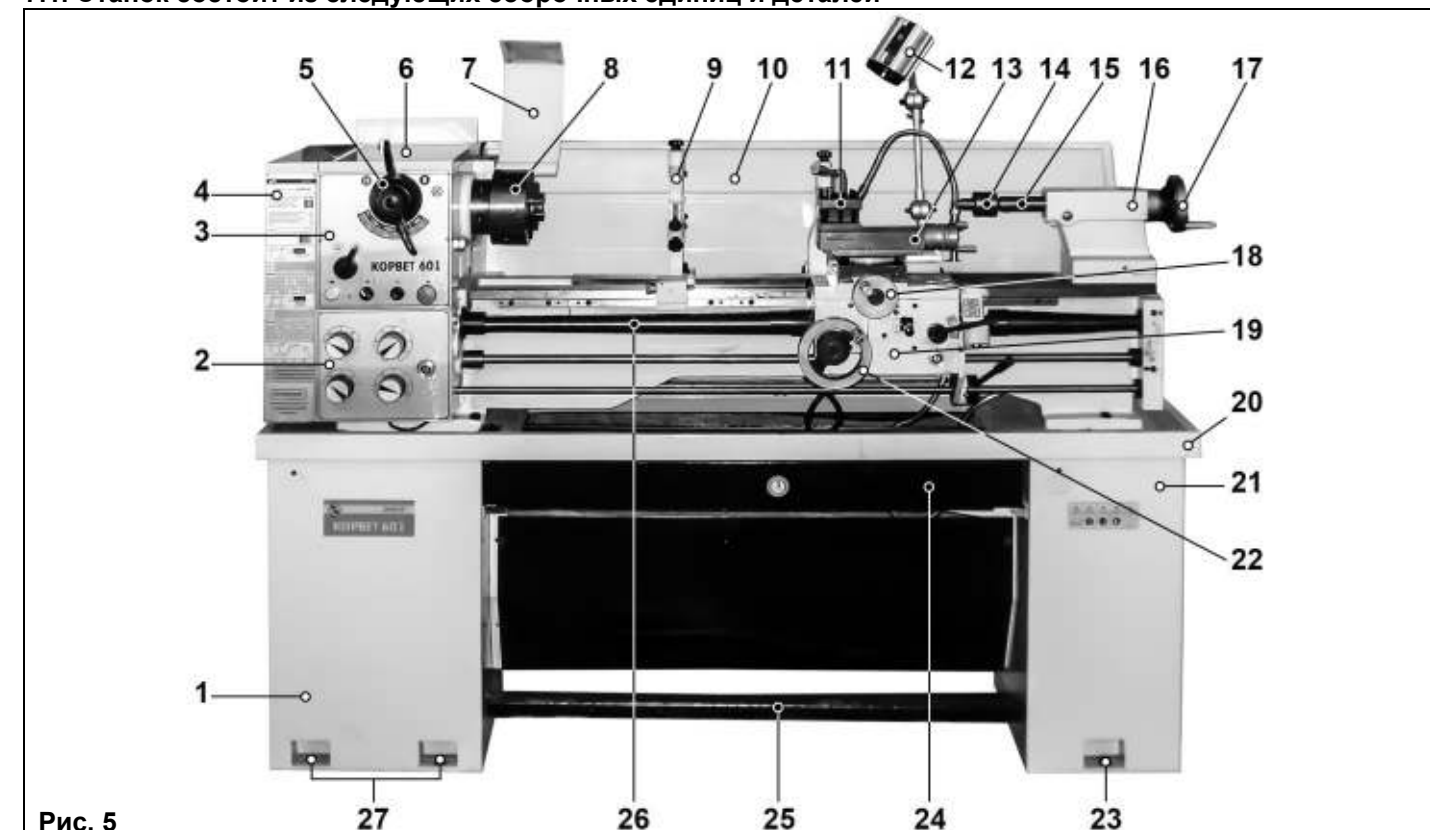
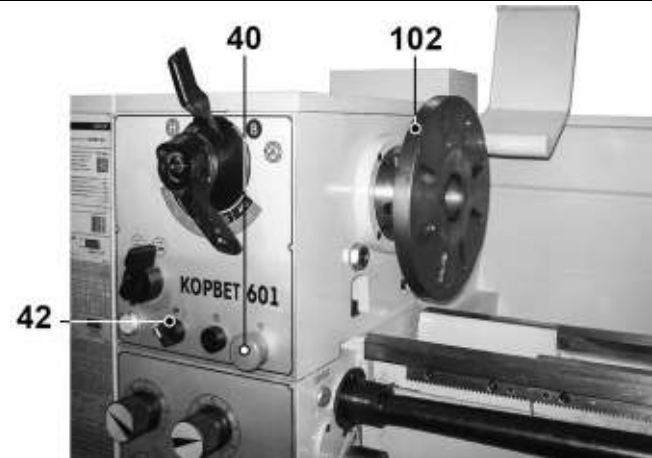

Рис. 5
Рис. 21
## 7. УСТРОЙСТВО СТАНКА (Рис.5)
**ВСЕГДА ПЕРЕД ВЫПОЛНЕНИЕМ ЛЮБЫХ РАБОТ, СВЯЗАННЫХ СО СБОРКОЙ, НАСТРОЙКОЙ, НАЛАДКОЙ, ТЕХНИЧЕСКИМ ОБСЛУЖИВАНИЕМ СТАНКА, ПРОВЕРЬТЕ, ЧТОБЫ ПЕРЕКЛЮЧАТЕЛЬ (31) НАХОДИЛСЯ В ВЫКЛЮЧЕННОМ ПОЛОЖЕНИИ (OFF) И СТАНОК БЫЛ ОТКЛЮЧЕН ОТ ИСТОЧНИКА ПИТАНИЯ.**
8.1. 8.2. Из комплекта поставки, Рис.1, ручки (У) установите на маховики: подачи поперечного суппорта (18) и ручной подачи каретки (22), Рис. 5.
8.5. В конус пиноли (15) задней бабки (16) установите центр (14), Рис. 5. При выполнении сверления – сверлильный патрон с конусом МТЗ приобретается отдельно.
9. ОРГАНЫ УПРАВЛЕНИЯ И КОНТРОЛЯ (Рис. 5 – 15)
10.5. Для охлаждения и смазки режущего инструмента и обрабатываемой заготовки используйте СОЖ. Состав и концентрация смазывающей охлаждающей жидкости определите из учебной и справочной литературы применимо к марке обрабатываемого металла и режущего инструмента. Демонтируйте съемный щиток (113) с боковой панели правой тумбы (21); в ёмкость (105) налейте СОЖ. Объём ёмкости 4литра. Наконечник гибкой подводки (110) направьте в поддон (24), Рис.5. Флажок крана (109) поверните на четверть оборота по часовой стрелке. Соблюдая меры предосторожности, включите станок. Ручкой (42) включите подачу охлаждающей жидкости, Рис.21. Проверьте беспрепятственный слив жидкости из поддона (106) через патрубок (107) и через патрубок (104) обратно в ёмкость (105). Убедившись в правильности работы системы подачи охлаждающей жидкости, нажмите на кнопку (40), выключите станок. Установите и закрепите съемный щиток (113) с боковой панели правой тумбы (21).
**Рекомендации:** перед заливкой СОЖ на дно ёмкости (105) положите магнит, завёрнутый в полиэтиленовый пакет. При замене СОЖ с магнита снимите пакет, тогда вся стружка останется в пакете.